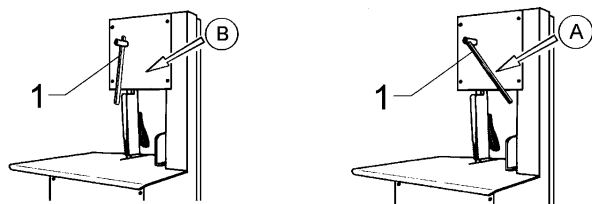

Fig. 7.6.1
7.6.1 Regolazione del tensionamento (Fig. 7.6.1)
Con la leva nella posizione "A" (Fig. 7.6.1) la lama è tensionata.
- Tensionare la lama ruotando la leva e portandola nella posizione "A" (Fig. 7.6.1).